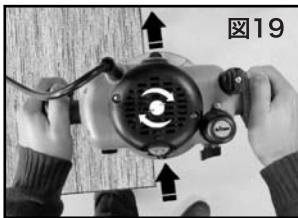
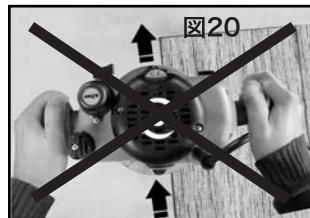

図19
図20
- 常にビットの回転方向を頭に入れ、加工材に対してビットの回転が相対する向きにルーターを送ってください。(図19参照) 絶対にビットの回転と同じ向きにルーターを送らないでください。(図20参照)